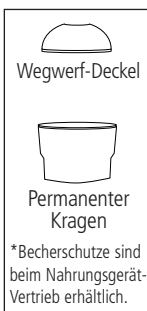
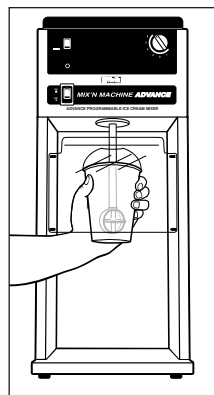

Abb. 1
Abb. 2
4. Einen Becherschutz auf den Becher setzen (siehe Abb. 1). Den Becher (und den Deckel oder Kragen) mit der Hand festhalten (**von der Seite, nicht von unten**) und unter den Spritzschutz greifen. Den Becher unter den Rührer stellen und hochheben sodass der Rührer den Becherboden berührt. Siehe Abb. 2.